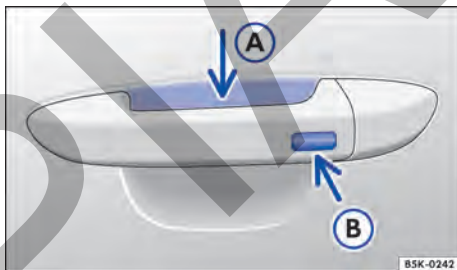

Fig. 49 Keyless Access: superficies del sensor.
- Tocar el sensor → fig. 49 A en la parte interna de la manija de la puerta del conductor o de la puerta del acompañante delantero.
- Tocar la superficie del sensor → fig. 49 B en la parte externa de la manija de la puerta del conductor o de la puerta del acompañante delantero una vez.
- Además, dentro de 5 segundos, toque una vez en el sensor en el exterior de la manilla de la puerta → fig. 49 B.
Para la **apertura de confort** de todos los vidrios eléctricos y del techo solar, empujar la manilla de la puerta y mantener presionados, al mismo tiempo, el sensor de la parte interna de la manilla → fig. 49 A y la superficie del sensor B.
Para el **cierre de confort** de todos los vidrios eléctricos y del techo solar, mantenga un dedo durante unos segundos sobre la superficie del sensor → fig. 49 B del lado exterior de la manilla de la puerta del conductor o del acompañante de lantero hasta que los vidrios estén cerrados.
Un fuerte chorro de agua o de vapor puede activar las superficies de los sensores en las manillas si, al mismo tiempo, una llave del vehículo válida está en el área de aproximación. Si al menos un vidrio está abierto y la superficie del sensor → fig. 49 B en una manilla de la puerta se activa permanentemente, todos los vidrios se cerrarán. Si el chorro de agua o de vapor se aleja brevemente de la superficie del sensor → fig. 49 A de una manilla de la puerta y se vuelve a dirigir hacia ella, posiblemente todos los vidrios se abrirán.